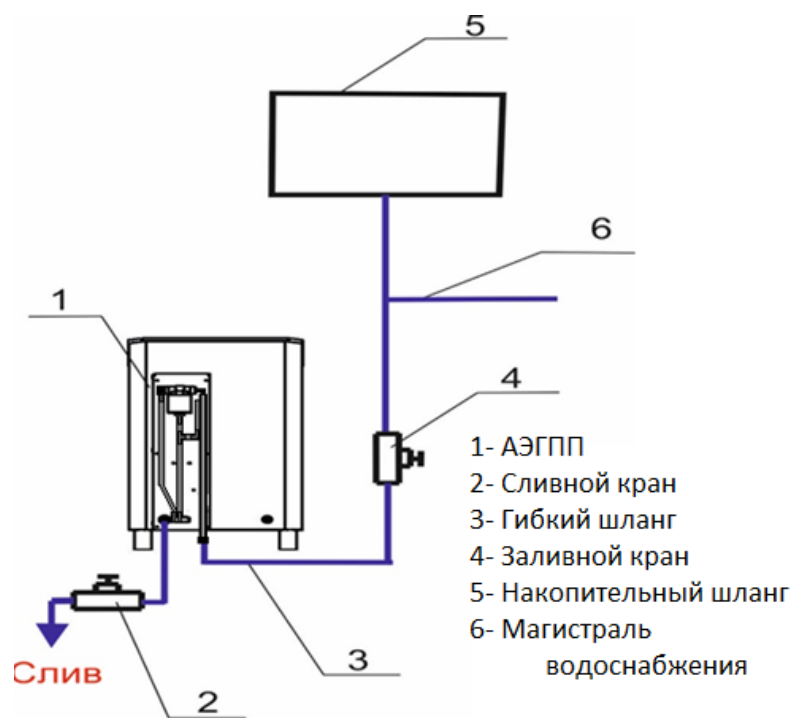

Рис.3 Схема подключения ЭГПП при эксплуатации в автоматическом режиме заполнения водой.
2.2.6 Для заполнения АЭГПП водой подключить его с помощью гибкого шланга к водопроводной сети или накопительному баку, расположенному в смежном помещении. (См. рис. 3). Перед АЭГПП следует установить запорный кран (поз.4 рис.3). Установить кран слива воды (поз.2 рис.3), либо заглушить сливной штуцер резьбовой пробкой. Для предотвращения образования известковых отложений, значение жесткости воды должно находиться в диапазоне от 0,5° до 5°F. Рекомендуется использование специальной установки-деминерализатора (с обратным осмосом).
2.3.2.1 Закрывать сливной кран (поз.2 рис.3) и открыть заливной кран (поз.4 рис.3).
2.3.2.6 После окончания работы рекомендуется слить воду из системы. Для этого закрыть заливной кран (поз.4 рис.3) и открыть сливной кран (поз.2 рис.3). Дождаться полного слива воды из системы, выключить АЭГПП на пульте управления. Оставить краны в таком положении до следующего включения Устройство.